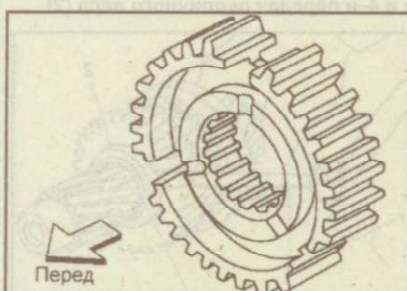

Рис. 9.77. Установочное положение ступицы муфты синхронизатора
- Установите ступицу муфты синхронизатора так, чтобы ее сторона с 3 канавками была направлена вперед, т.е. к шестерне 3-й передачи (рис. 9.77).